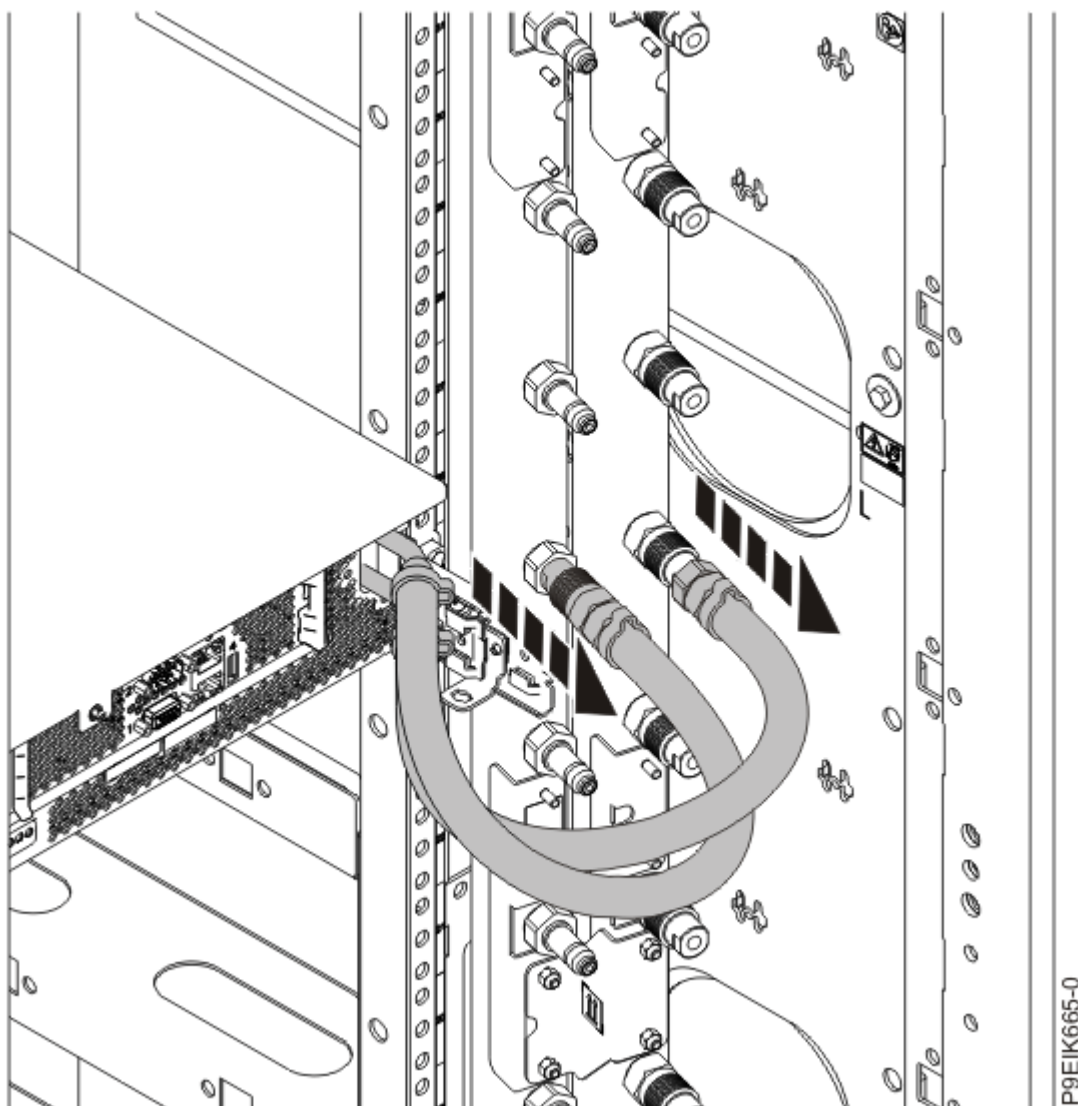

Figura 44. Desconexión de las mangueras de agua
2. Para un sistema con refrigeración por agua, etiquete y desconecte las mangueras de agua del colector. Tire del enganche hacia usted para desconectar las mangueras de agua, tal como se muestra en la Figura 44 en la página 87.